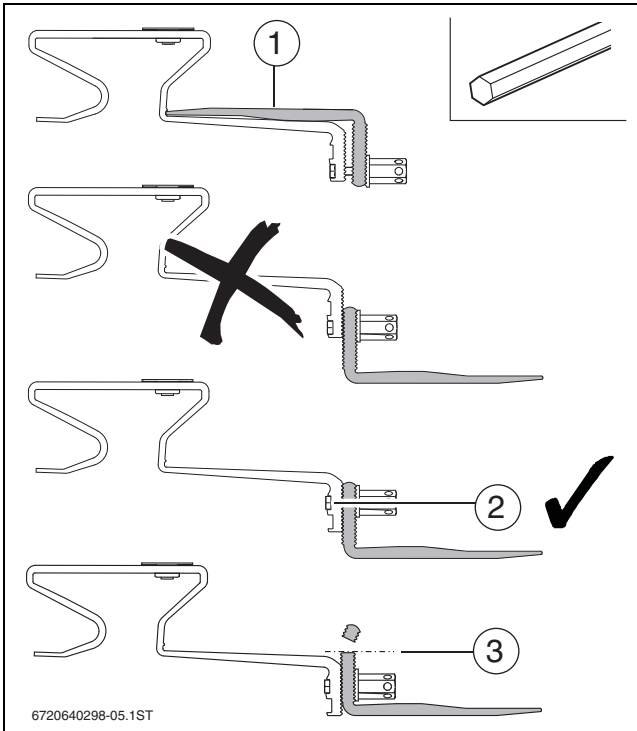

Bild 26 Dachhaken vorbereiten
- ▶ Wenn die Dachziegel- und Dachlattenstärke zusammen 70 mm übersteigt, Dachhaken als Sparrenanker (→ Bild 26) verwenden.